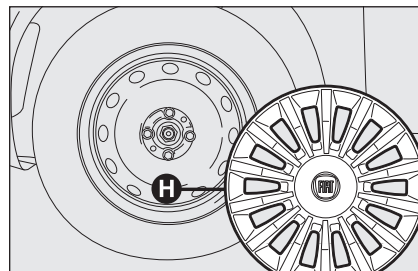

fig. 4
- ☐ Retire el tapacubos de la rueda **H-fig. 4** (versiones con llantas de acero), o retire el embellecedor de llanta (versiones con llantas de aleación).